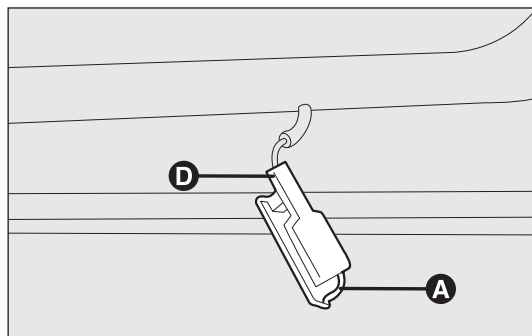

fig. 186
## LUCI POZZANGHERA fig. 186
- estrarre la plafoniera spingendo con un cacciavite sulla molletta A-fig. 186;
- rimontare la plafoniera inserendola prima dal lato D-fig. 186 e quindi premendo sull'altro lato fino ad avvertire lo scatto di blocco della molletta.